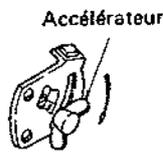

Fig. 2
1. Amenez le bouton d'arrêt à la position ON (contact) et le levier des gaz à la position de démarrage (Fig. 2).